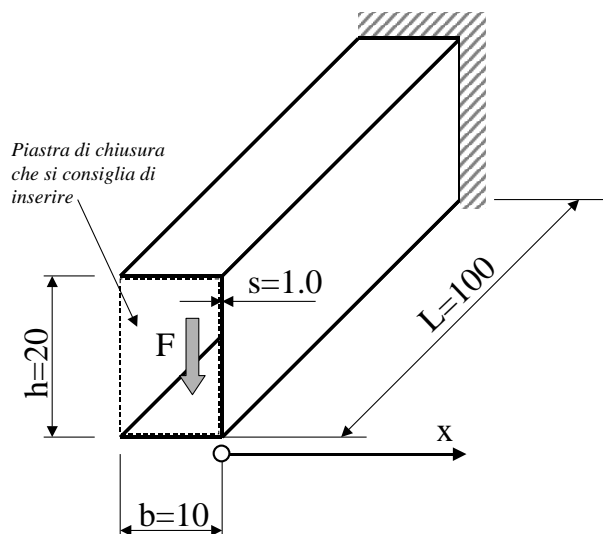

Fig. 1 – Schema della struttura
- Dimensioni geometriche: vedi Fig. 1